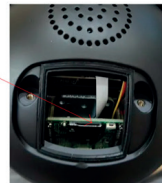

Рисунок 4
- Возможность подключения SD карты (до 512 Гб), рисунок 4.
- Кнопка сброса на заводские настройки, рисунок 4.
Если это не было сделано, то единственный способ для входа в настройки камеры это сброс этой камеры на заводские настройки, через кнопку сброса (рисунок 4).